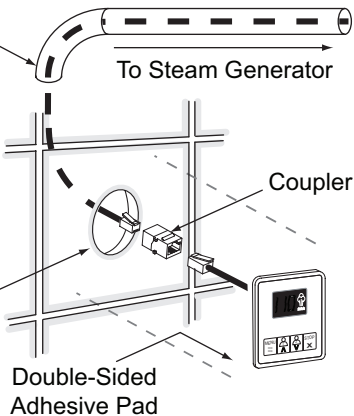

Figure 2
- Locate the previously installed cable and black plastic strain relief clamp which is in the control packing box. Locate the knockout on the steam generator for the control cable (see Figure 2).
a. Saisissez le câble multiconducteur installé précédemment et le serre-câble en plastique noir qui se trouve dans l'emballage de l'appareil de commande (reportez-vous à la figure 2).